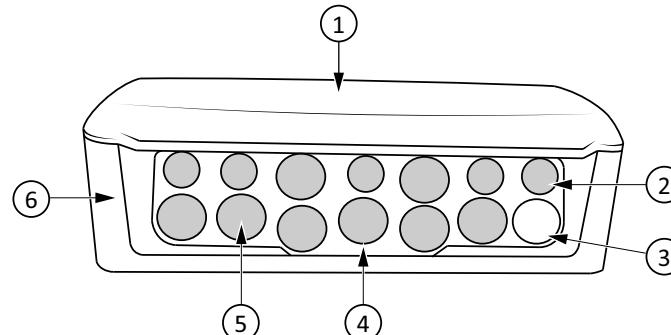

Figure 1: 1: Låg, 2: Kabelgennemføringssamlingen, 3: LED, 4: Kabelgennemføring, 5: Blød del af kabelgennemføring, 6: Kabinet
1. Lav et hul, der er mindre end kabeldiametren, gennem den bløde del af kabelgennemføringen (se Figure 1) med en rund genstand, f. eks. en stjerneskruetrækker eller en syl.
1. Montér spjældenheden på et stabilt, vibrationsfrit underlag. Den kan monteres vandret med låget opad (nr. 1 i Figure 1) eller lodret, så kabelgennemføringssamlingen (pos. 2 i Figure 1) på enheden peger nedad.